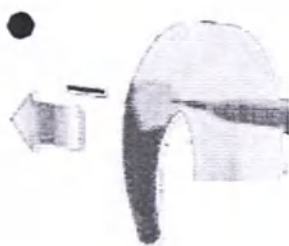

Рис. 30 Как удалить штырь для фиксации заушины
1. Для извлечения штыря, фиксирующего SONNET заушину, вытолкните его через отверстия (см. рис. 30) с помощью инструмента универсального, поставляемого MED-EL, затем захватите и полностью извлеките.